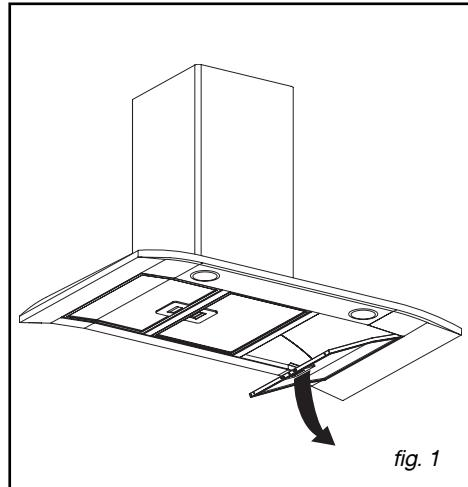

fig. 1
• **Demontage van de filtercassette (fig.1)**
- Verwijder het verlichtingskapje (fig.1).